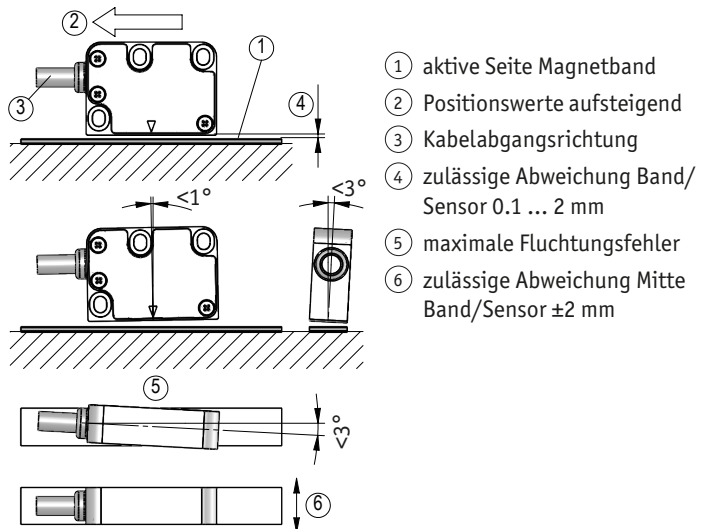
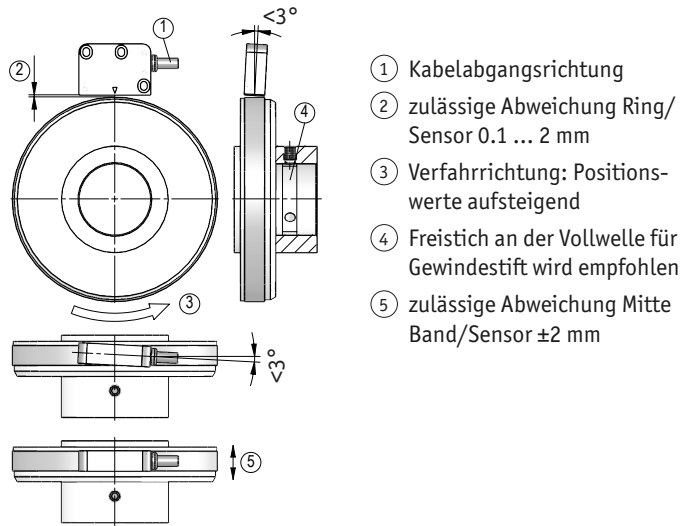

Abb. 6: Definition der Zählrichtung mit Magnetband und Montage Sensor/Magnetband, Abstandsmaße, Toleranzen
Abb. 7: Definition der Zählrichtung mit Magnetring und Montage Sensor/Magnetring, Abstandsmaße, Toleranzen
► Auf richtige Ausrichtung des Magnetsensors achten, damit die optimale Abtastung gewährleistet ist (siehe **Abb. 6**).
- Ein Wellenfreistich entsprechend Abb. 7 wird empfohlen.
- Die Abstandstoleranzen wurde nicht über die gesamte Messstrecke eingehalten (siehe Abb. 6, Abb. 7).
- Der Magnetsensor ist mit der aktiven Seite vom Band abgewandt montiert (siehe Abb. 6, Abb. 7).
- Der Magnetsensor wurde nicht, entsprechend Abb. 6, Abb. 7 ausgerichtet.